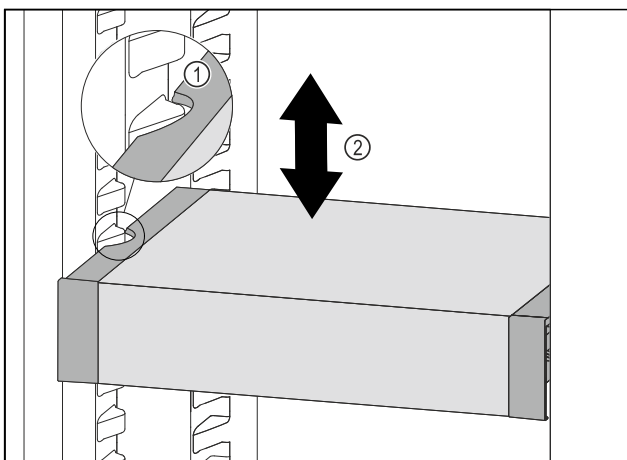

Fig. 123
- ▶ VarioSafe nach vorne ziehen, bis sich die seitlichen Aussparungen des VarioSafes auf Höhe der Behälterrippe im Kühlteil befinden. Fig. 123 (1)
- ▶ VarioSafe im Kühlteil nach oben oder unten bewegen, bis gewünschte Höhe erreicht ist. Fig. 123 (2)